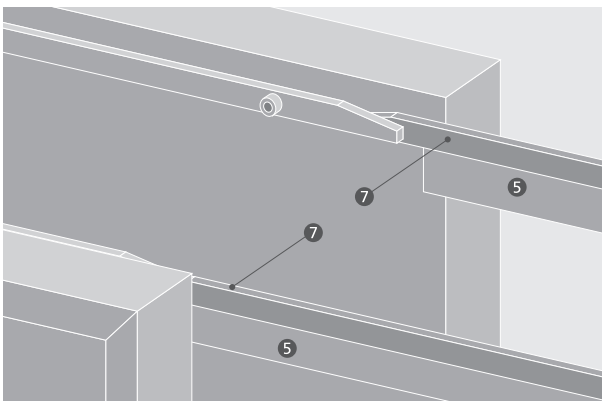

Abbildung 5.8.6
- Stützbleche (5) und Kunststoffgleitprofile (7) ca. 15 cm in die Station hineinragen lassen. Kunststoffgleitprofile anfasen. (Abb. 5.8.6)